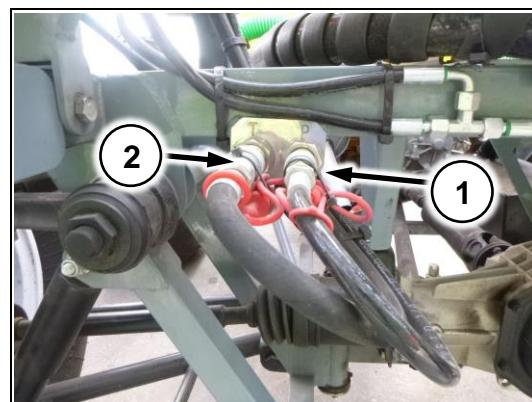

Рис. 58
- (Рис. 58/1) – подача на гидрораспределитель штанг
- (Рис. 58/2) - обратка